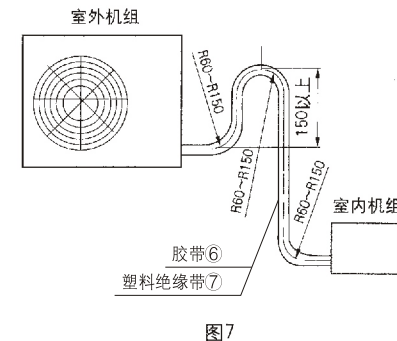
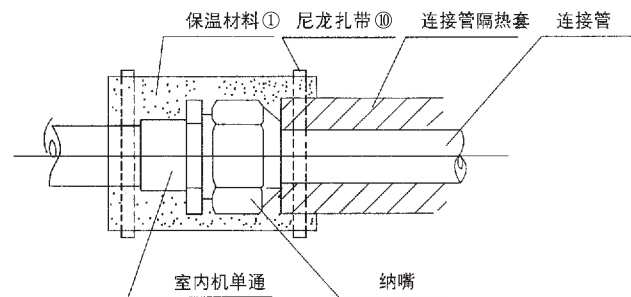

图7
图8
- 注：(1) 本机组允许连接管最大长度为15米。机组所配连接管②、③长度为5米，若要加长，推荐从第5米开始每加长1米连接管追加制冷剂30克。
- (2) 安装时如必须加长连接铜管，请按第32页表(2)要求选择。
- (3) 室内、外机高度差必须小于5米。
- (4) 当室外机比室内机高时，必须将铜管弯制“回油弯”如图7。
- (5) 请将带波纹一端的连接管安装在室内侧。
- 3 管道安装后用附件①保温材料包住所有扩口管连接部分，如图8。